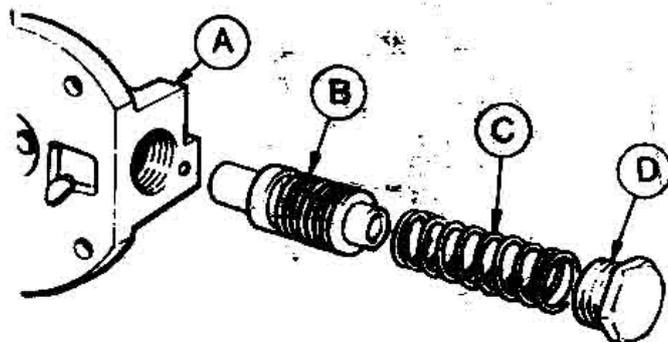

Рис. 11.53. Разборка клапана насоса (Разд. 40)
4. Снимите заглушку клапана, пружину и клапан (Рис. 11.53), затем выверните четыре винта с внутренними шестигранниками и снимите наружный корпус.
16. Установите на место клапан длинным выступом вперед (Рис. 11.53), а затем его пружину и заглушку.